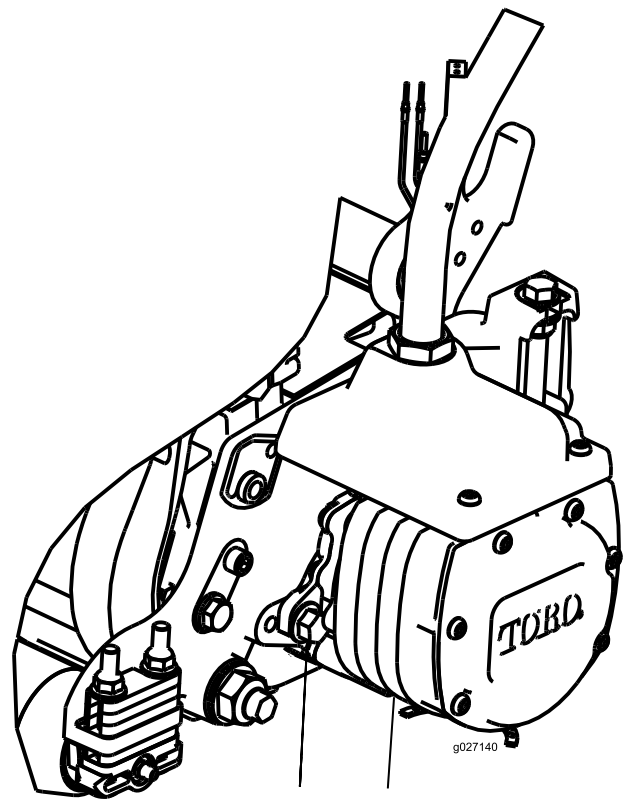

Figure 11
14. Montez le moteur en le tournant dans le sens horaire jusqu'à ce que les brides passent les boulons (Figure 11). Tournez le moteur dans le sens antihoraire jusqu'à ce que les brides encerclent les boulons, puis serrez les boulons.